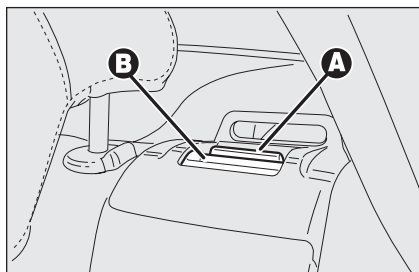

fig. 6
- sollevare la leva **A-fig. 6** di ritegno schienale per sbloccare rispettivamente la porzione sinistra o destra dello schienale e ribaltare quest'ultimo in avanti. Il sollevamento della leva è evidenziato da una "banda rossa" **B**.
**AVVERTENZA** Il corretto aggancio dello schienale è garantito dalla scomparsa della "banda rossa" **B**-fig. 6 presente di fianco alle leve **A** di abbattimento schienale. Tale "banda rossa" indica infatti il mancato aggancio dello schienale. Nel riportare lo schienale in posizione di utilizzo accertarsi dell'avvenuto aggancio fino a percepire lo scatto di blocco.